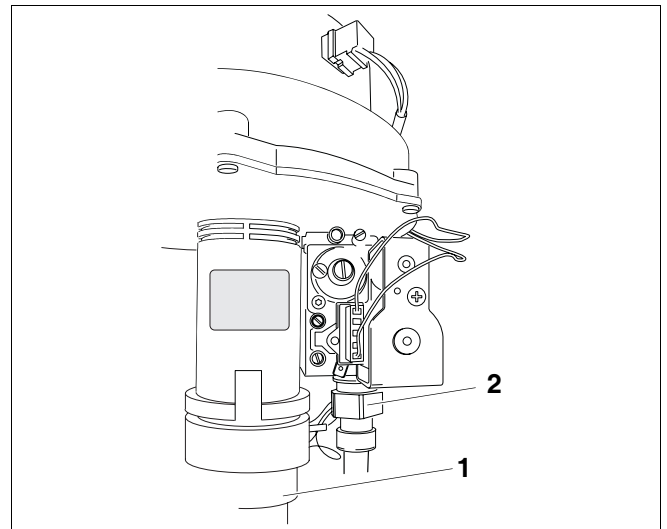

Abb. 53 Gasarmatur
- Überwurfmutter (Abb. 53, **Pos. 2**) von der Gaszuleitung an der Gasarmatur lösen.
- Luftansaugrohr (Abb. 53, **Pos. 1**) mit einer Drehbewegung nach unten abziehen.